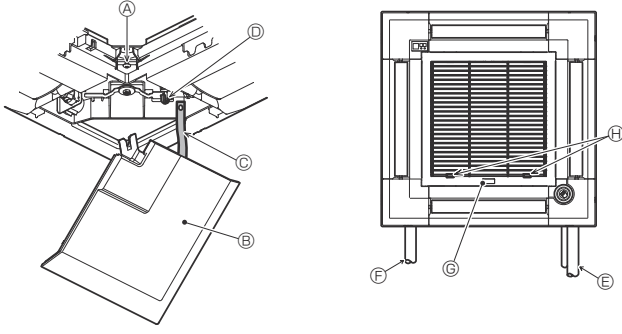

Fig. 9-12
9.5. Giriş ızgarasının takılması (Fig. 9-12)